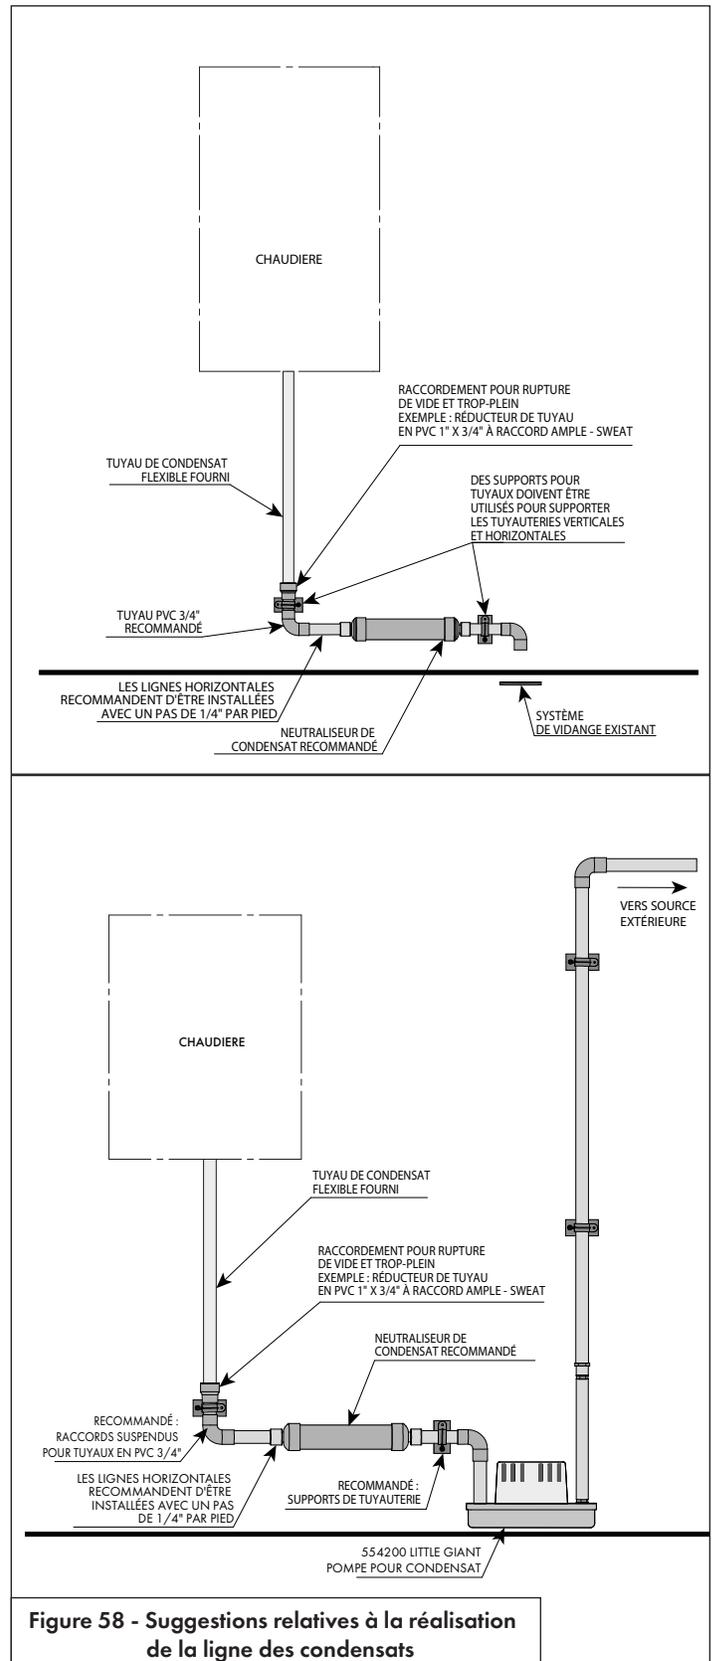

Figure 58 - Suggestions relatives à la réalisation de la ligne des condensats
8. Les réglementations locales en matière de construction peuvent exiger l'installation d'un neutraliseur dans la ligne (non fourni) pour traiter les condensats. Voir Figure 58. Si les autorités locales l'exigent, un filtre de condensats pour les cristaux de chaux, marbre ou copeaux de phosphate neutralisera les condensats légèrement acides.